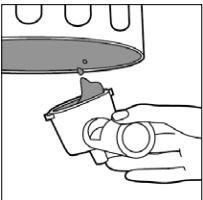

Figura 14
Retire el portafiltro para deschar los granos de café. Alinee el clip retenedor del filtro de manera que este coloquado sobre el borde del filtro, sujetélo en su lugar mientras deseche los granos de café (Figura 14). Esto ayudará a mantener el filtro asegurado en posición.
1. Retire el portafiltro para deschar los granos de café. Alinee el clip retenedor del filtro de manera que este coloquado sobre el borde del filtro, sujetélo en su lugar mientras deseche los granos de café (Figura 14). Esto ayudará a mantener el filtro asegurado en posición.